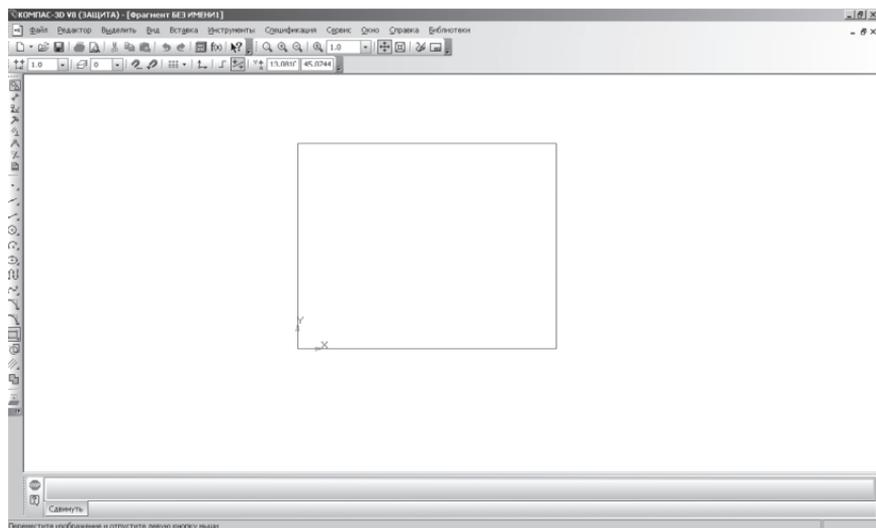

Рис. 22. Построение прямоугольника
- проверьте правильность построения (рис. 22);